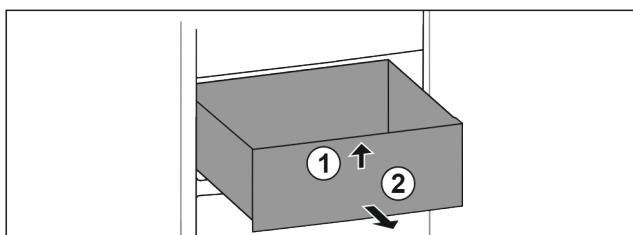

Fig. 103
- Nadzvedněte zásuvku vpředu. Fig. 103 (1)
- Vyjměte zásuvku dopředu. Fig. 103 (2)